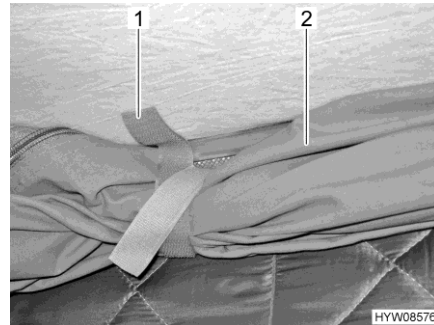

Fig. 27 Passanti di sostegno
- Staccare i passanti di sostegno (Fig. 27,1) che si trovano sul tessuto della tenda avvolto (Fig. 27,2).
- Avvolgere il tessuto della tenda (Fig. 27,2) e fissarlo con i passanti di sostegno (Fig. 27,1).
- Posizionare la copertura (Fig. 27,2) nel soffitto della cabina di guida.